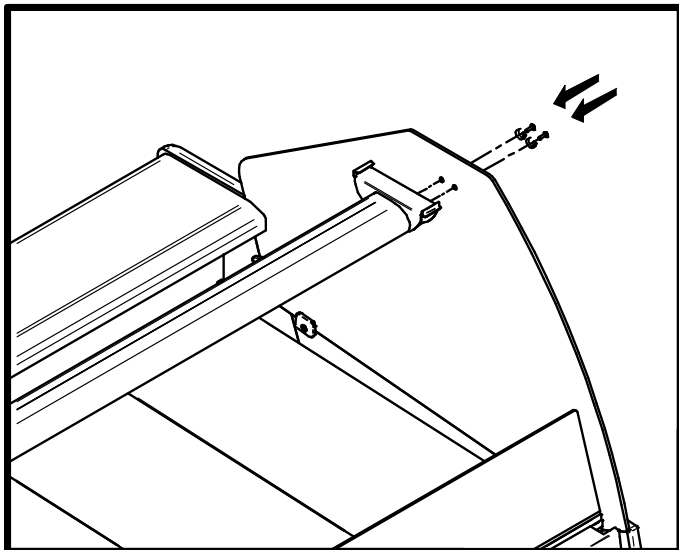

FIG. 9
4. Die Lampe mit den vorher angeschraubten Endkappen an den seitlichen Glasscheiben anschrauben (ABB. 9).